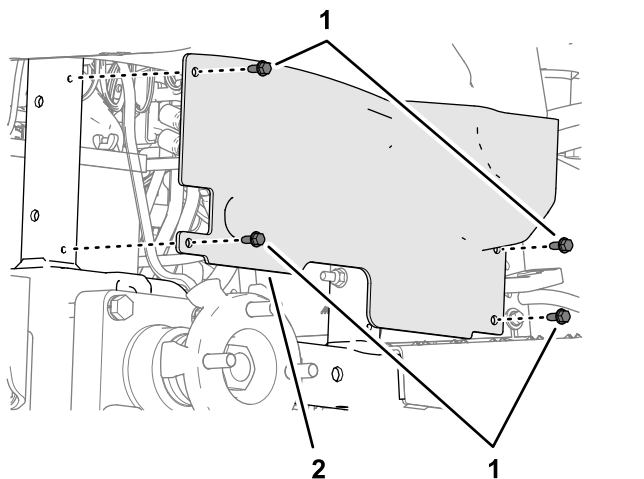

Figura 31
3. Îndepărtați cele 4 uruburi cu guler ( $\frac{1}{4} \times \frac{5}{8}$ ") care fixează suportul de roată pe cadrul mainii (Figura 31).
6. Aliniați orificiile din suportul de roată cu cadrul mainii (Figura 31) i fixați suportul la cadru cu cele 4 uruburi cu guler ( $\frac{1}{4} \times \frac{5}{8}$ ") pe care le-ai îndepărtat la pasul 3.